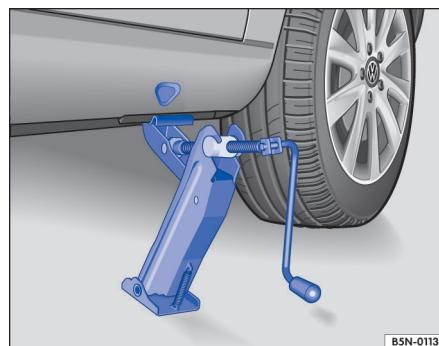

图 193 将千斤顶放在汽车左后侧
汽车千斤顶只允许放置在图示支撑点（车身上的标记）处→图 192 或→图 193。在每个车轮旁都有相应的支撑点→▲。
8. 调准汽车千斤顶，同时继续摇高千斤顶卡爪，直到卡爪抓住汽车下面的棱边→图 193 →▲。